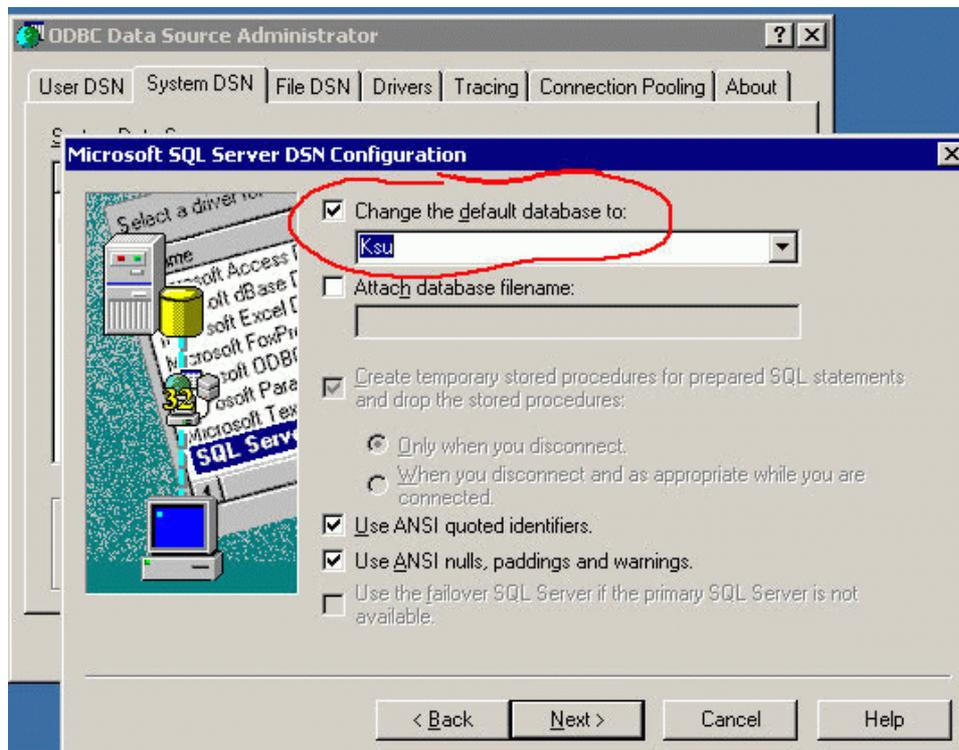

Рис. 10
2. Установить базу данных по умолчанию для этого соединения – KSU (Рис. 10).